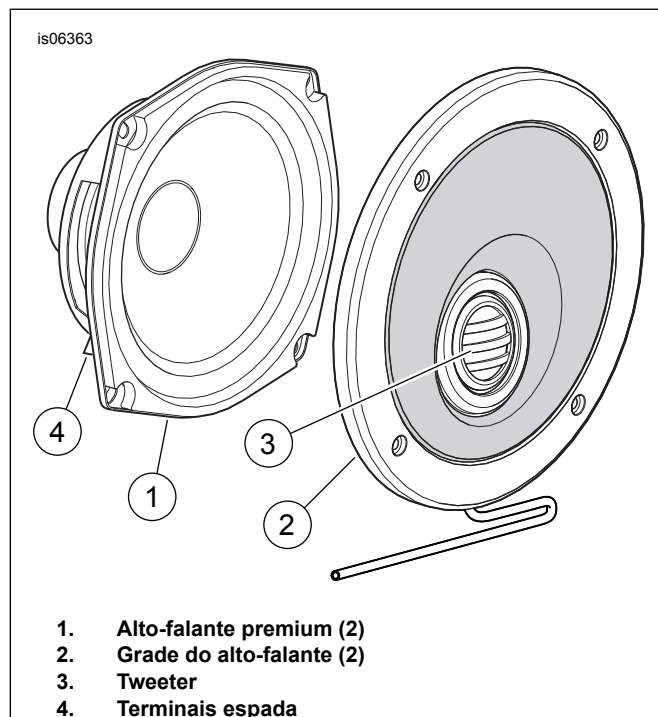

Figura 3. Componentes do kit de alto-falantes traseiros Boom! Audio
1. Veja Figura 3. Posicione a grade do alto-falante (2) na superfície do alto-falante (1) como exibido, com os terminais espada do alto-falante (4) apontados para baixo e o tweeter (3) na parte inferior da grade. Passe os fios do tweeter para baixo e para fora, entre a grade e o alto-falante.